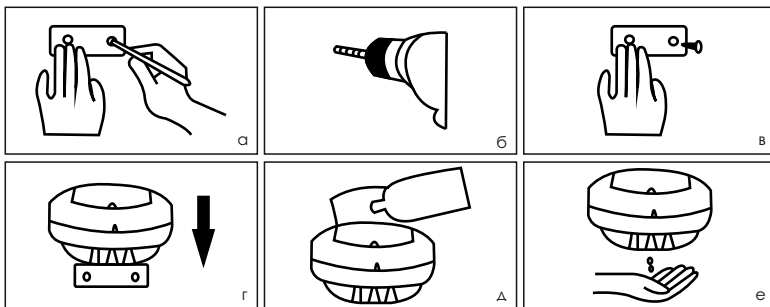

Рисунок 2
1. Приложите установочный шаблон к выбранному месту на стене (Рисунок 2а).
2. Просверлите два отверстия диаметром по 5 мм и вставьте в отверстия дюбели (Рисунок 2б).
3. Прикрутите установочную пластину к стене (Рисунок 2в).
4. Поместите 4 батарейки в бокс для батареек с учётом полярности. Установите дозатор на монтажную пластину (Рисунок 2г).
5. Откройте крышку корпуса и наполните контейнер жидким мылом (Рисунок 2д).
3. Поместите руку под сенсор (0 – 10 см.) и подождите, пока не появится жидкое мыло из выпускного отверстия, при этом загорится световой индикатор. При первом использовании необходимо несколько раз поднести руку к сенсору, прежде чем появится мыло (Рисунок 2е).